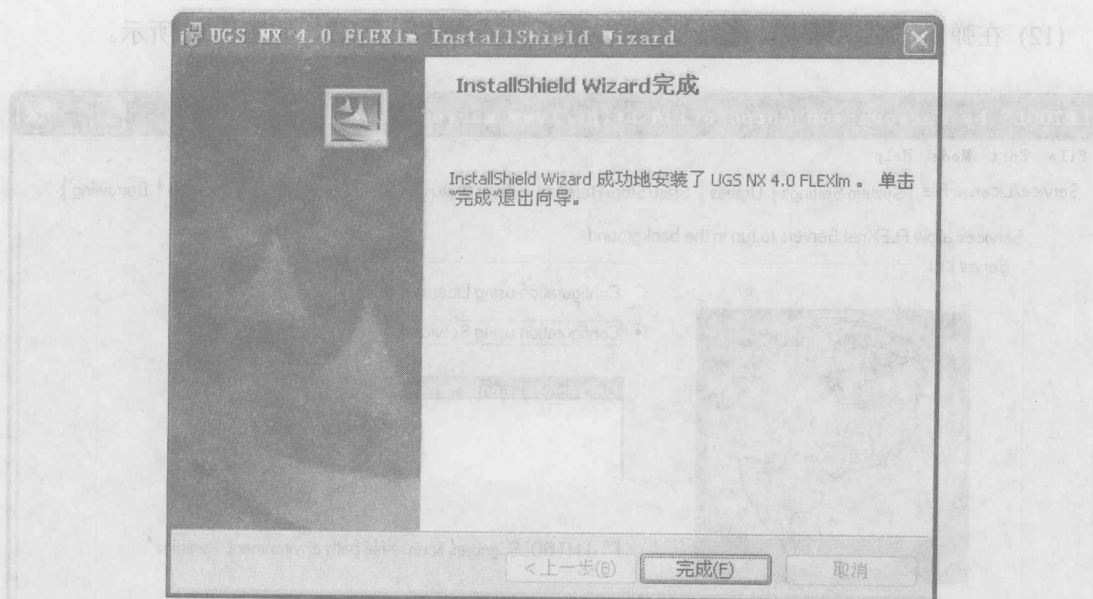

图 1-16 完成安装
(9) 如图 1-16 所示,单击“完成”按钮。系统将生成如图 1-17 所示的文件结构。